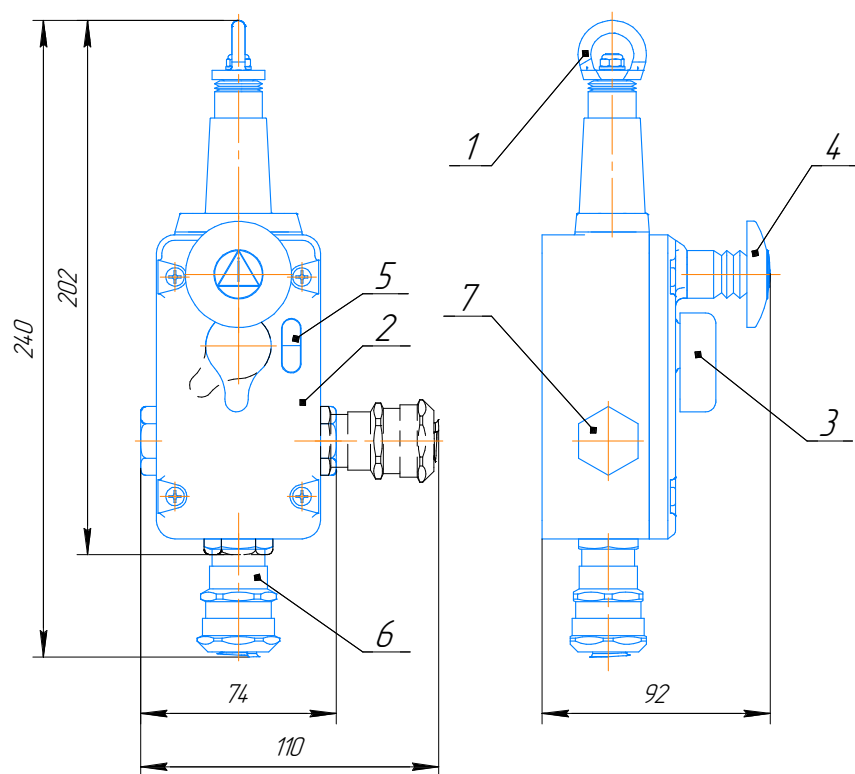
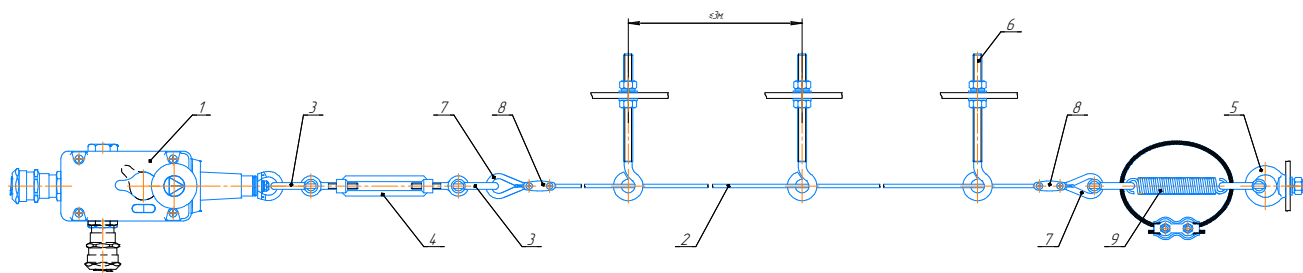

Рис.1
Рис.2
Выключатель (см. Рис.1) имеет шток (1) с кольцом, предназначенным для присоединения троса.
- 7.2. Выключатели АТВ-0404 (поз.1) (см. Рис.2) установить на ставе конвейера. Предварительно необходимо снять крышку (2) (Рис.1) с выключателя, чтобы обеспечить доступ к монтажным отверстиям и электрическим клеммам. Монтаж выключателя производится с помощью 4-х винтов М5. Рекомендуемые расстояния между направляющими петлями (поз.6) и длина троса указаны на Рис.2.
- 7.3.1. Отвернув накидную гайку (8) (Рис.1) кабельного ввода, надеть её на металлорукав.
- 7.3.2. Оконцеватель металлорукава (9) (Рис.1) ввернуть в металлорукав.
- 7.6. Вращением талрепа задать натяг троса такой величины, чтобы чёрная риска в окне (5) (Рис.1) находилась приблизительно посередине окна.
- 7.7. Повернуть рукоятку (3) (Рис.1) против часовой стрелки до её фиксации в положении «Вкл».